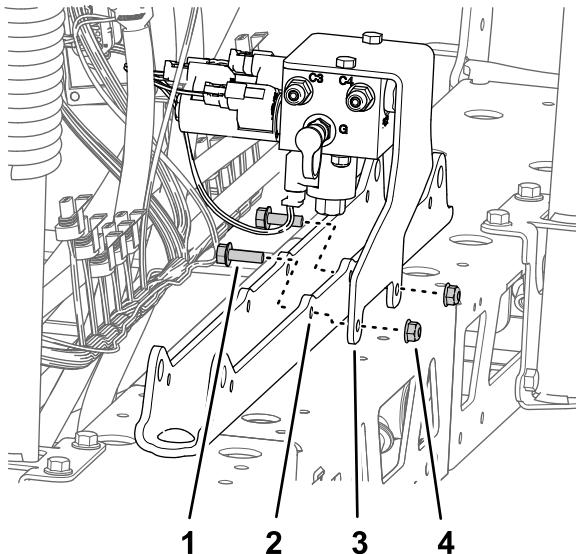

Figure 96
- A. Alignez les trous de la patte de support du collecteur de levage de section et les trous du support de vérin (Figure 96).
- B. Fixez la patte de support sur le support de vérin (Figure 96) à l'aide des 2 boulons à embase (5/16" x 1") et des contre-écrous à embase (5/16") que vous avez retirés à l'opération 1 de Dépose du collecteur de levage de